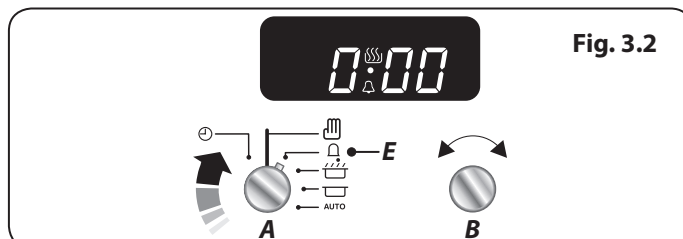

Fig. 3.2
1. Tournez le bouton du Programmeur (A) sur la position de réglage de la Minuterie (E), un clic doit se faire entendre une fois la position atteinte (**Fig. 3.2**).